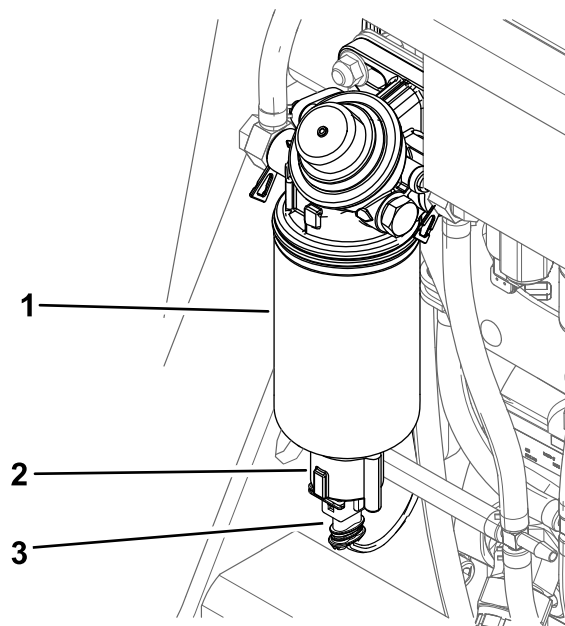

Figure 54
6. Débranchez le faisceau de câblage du séparateur d'eau (Figure 54).
7. Dévissez le contacteur au fond de la cartouche du filtre et vidangez l'eau (Figure 54).
8. Installez le contacteur (Figure 54).
9. Branchez le faisceau de câblage au contacteur (Figure 54).
6. Dévissez le contacteur et vidangez le séparateur d'eau (Figure 54).